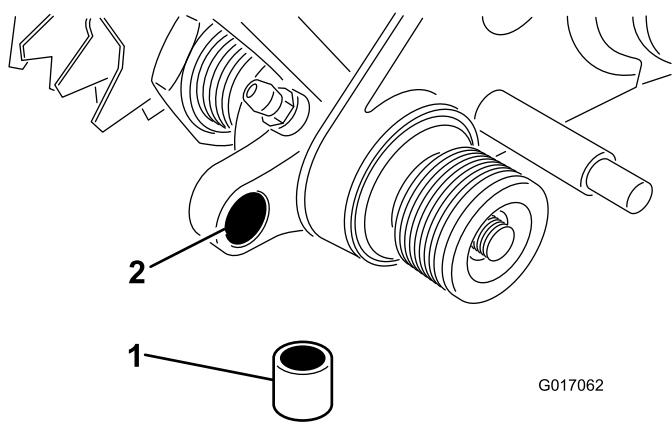

Figura 9
20. Insira um casquinho no furo do conjunto da transmissão do rastelo do lado esquerdo (Figura 9).